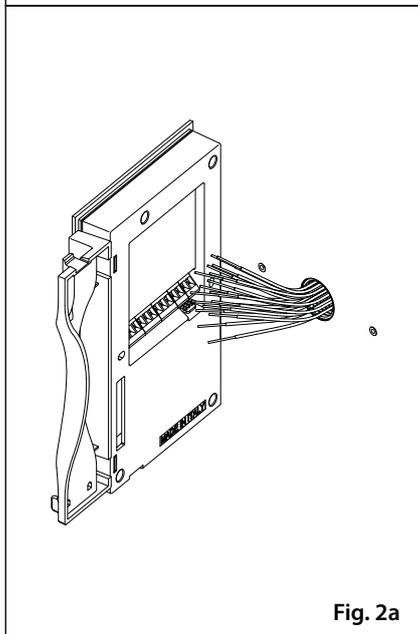

Fig. 2a
2. Comme illustré sur la **Fig. 2a**, effectuez les connexions à l'aide d'un tournevis plat et les configurations des interrupteurs DIP selon le schéma de connexion fourni ou selon la fiche d'instructions ;